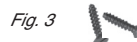

Fig. 3
- 2 viti (3,2 x 15) mm (Fig. 3)